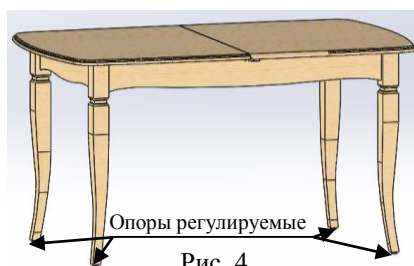

Рис. 4.
3.4 После скрепления всех четырёх ног (2) аккуратно перевернуть стол – рис.4. Отрегулировать устойчивое положение и горизонтальный уровень стола с помощью регулируемых опор ног (2).